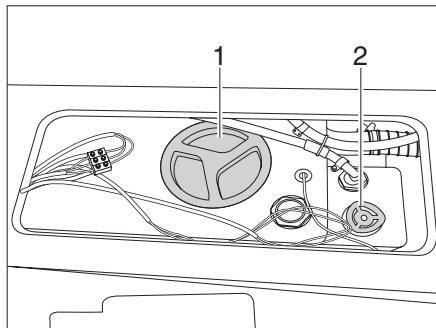
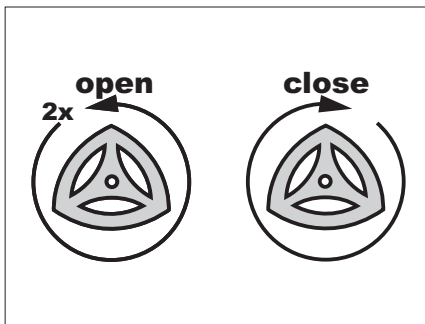
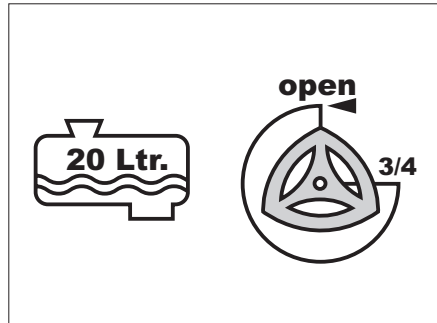

Fig. 94 Depósito de agua
Fig. 97 Llenar - purgar depósito de agua
Fig. 98 20 l llenado máximo
- En el depósito de agua hay 2 tapas de cierre (Fig. 94,1).
- ▶ La rueda (Fig. 94,2) en el sentido de las agujas del reloj hasta el tope. El orificio de salida en el depósito de agua está cerrado.
- ▶ Desenroscar la tapa de cierre (Fig. 94,1).
- ▶ Girar la rueda (Fig. 94,2) 2 vueltas en el sentido contrario de las agujas del reloj (véase también Fig. 97). El orificio de salida en el depósito de agua se abre y el agua se vacía.
- ▶ Atornillar la tapa de cierre (Fig. 94,1) de nuevo en el depósito de agua.
- ▶ Girar la rueda (Fig. 94,2) un $\frac{3}{4}$ de vuelta en el sentido contrario de las agujas del reloj. El agua potable es vaciada hasta 20 litros (véase también Fig. 98).
- ▶ Girar la rueda (Fig. 94,2) 2 vueltas en el sentido contrario de las agujas del reloj.